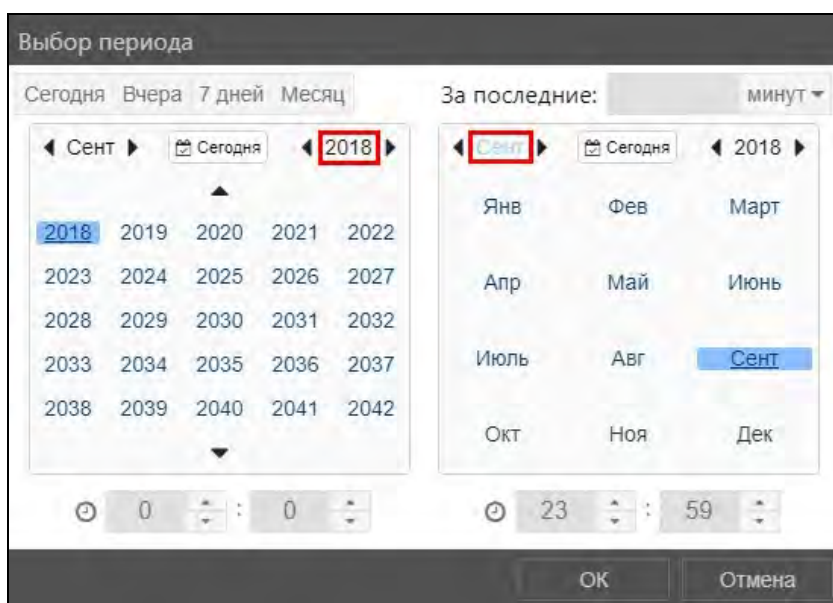

Рис. 2.1.4. Настройка года и месяца.
- ✓ используйте кнопки назад ◀ и вперед ▶, чтобы изменить год и месяц или нажмите непосредственно на год/месяц и выберите нужный из перечня (рис. 2.1.4);